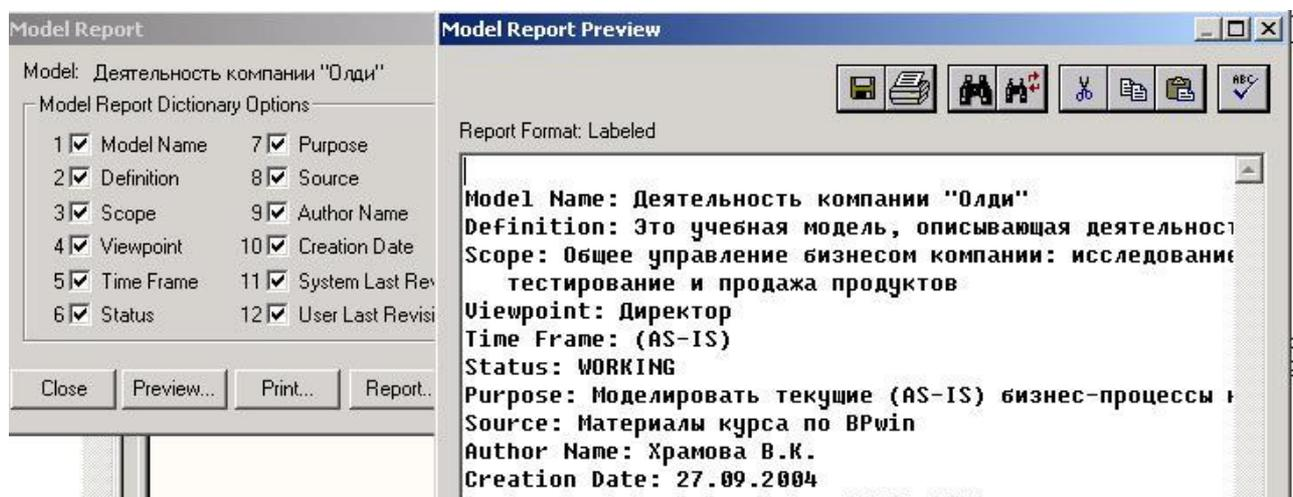

Рис.1.
18. Создайте отчет по модели, используя меню **Tools/Reports/Model Reports** (рис.1.)